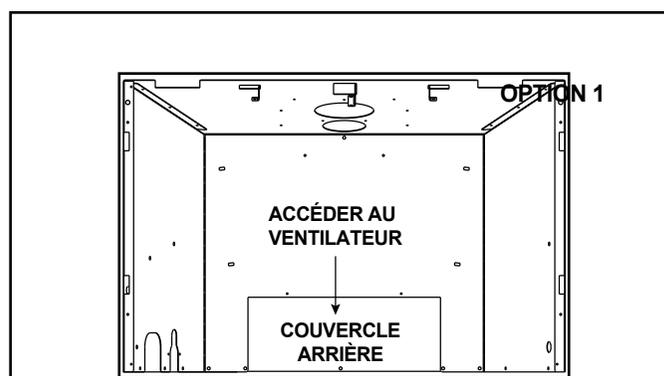

Figure 6.3 Couvercle retiré (Option 1)
2. Retirez les cinq vis du couvercle arrière. Voir figure 6.3.